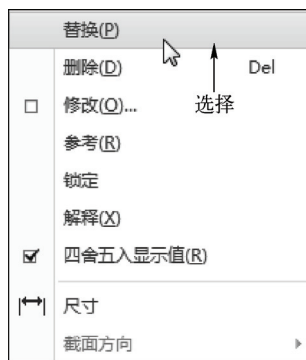

图 4-52 选择“替换”选项
STEP 02 在绘图区中选择尺寸标注，单击鼠标右键，在弹出的快捷菜单中选择“替换”选项，如图 4-52 所示。